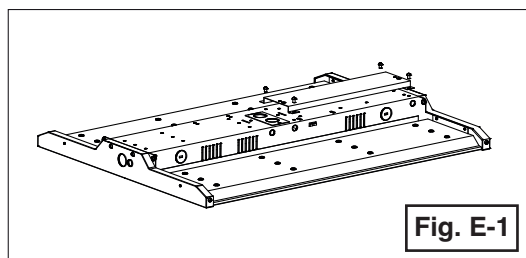

Fig. E-1
1. Installez la plaque de montage sur le luminaire en utilisant les 4 vis. (**Figure E-1**)